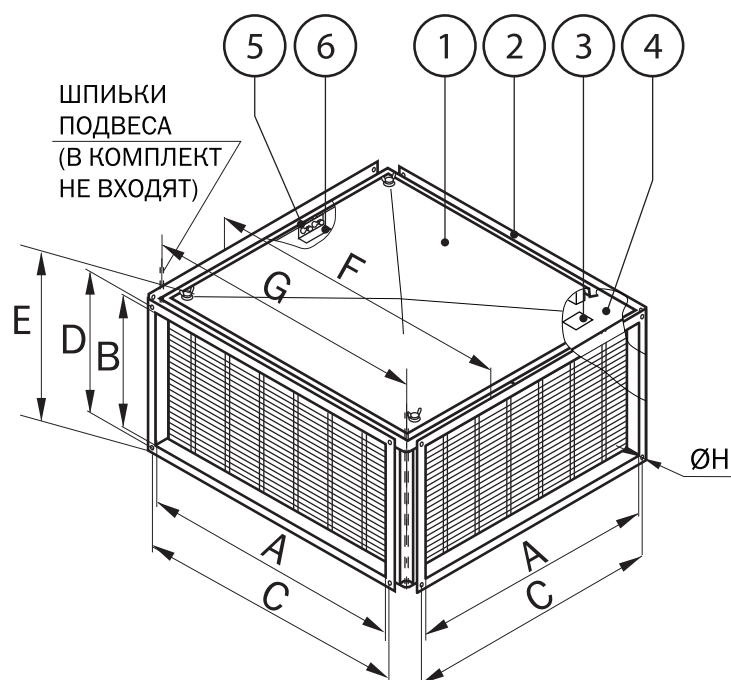

Рисунок 50. Устройство пластинчатых рекуператоров REC:
Рекуператор следует располагать съемной крышкой (1 на рис. 50) горизонтально вниз. Направленность потоков воздуха через него значения не имеет.
При необходимости извлечения теплообменной вставки (4 на рис. 50) необходимо снять крышку (1) и, ослабив болтовые соединения (5), сдвинуть и удалить планки (6). При установке теплообменной вставки в корпус рекуператора следует обратить внимание на предупреждающую наклейку (3) на ее корпусе: «Неправильная установка теплообменной вставки приведет к выходу из строя рекуператора». Сторона с наклейкой должна быть обращена вниз, к съемной крышке корпуса (1).